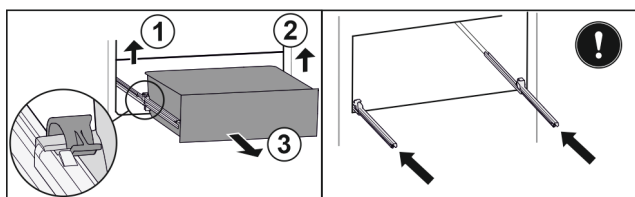

Fig. 99
- Sollevare il morsetto sinistro e allo stesso tempo tirare in avanti il cassetto sinistro. Fig. 99 (1)
- Sollevare il morsetto destro e allo stesso tempo tirare in avanti il cassetto destro. Fig. 99 (2)
- Rimuovere il cassetto tirandolo in avanti. Fig. 99 (3)